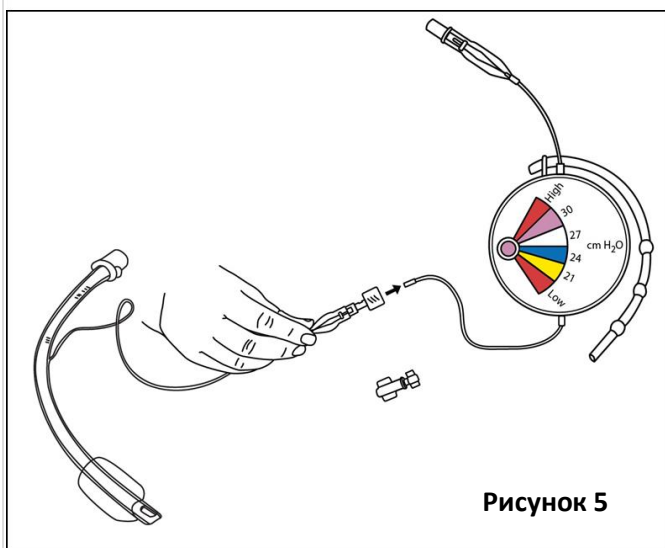

Рисунок 5
2.1. Снимите заглушку с конца удлинительного патрубка и сразу подсоедините Suffix к контрольному баллону вентиляции с помощью соответствующего переходника [Рисунок 5].